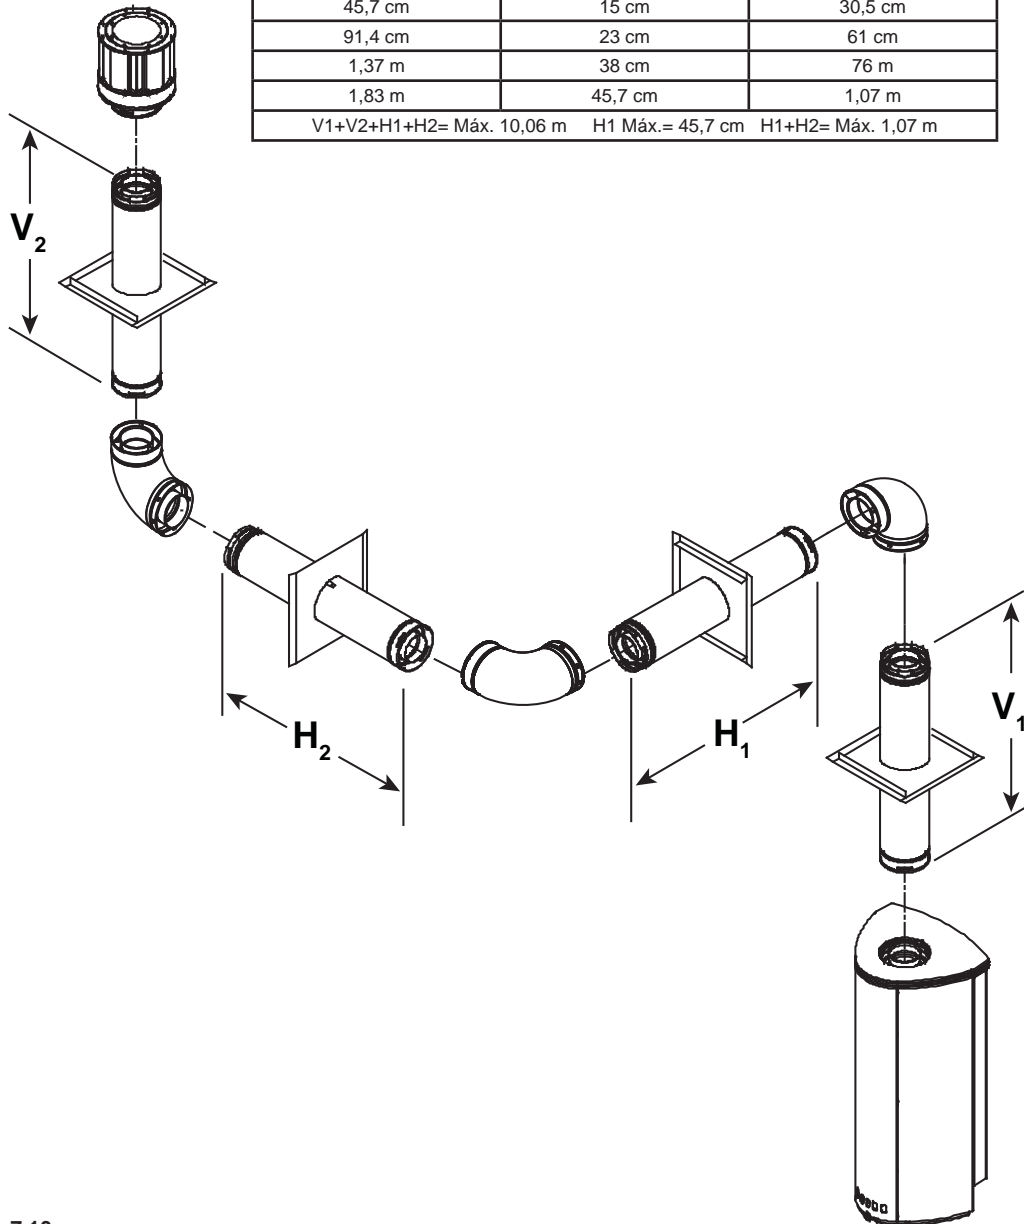

Figura 7.10
- (1) Si es necesario desviar el conducto en un desván para evitar obstrucciones, es importante sujetar el conducto cada 91,4 cm para evitar una carga excesiva en los codos, que podría provocar una separación. Para ello, hay abrazaderas de pared disponibles **Figura 7.10**.
- (2) En la medida de lo posible, utilice codos de 45° en lugar de 90°, ya que los primeros ofrecen menos resistencia al flujo de gases de escape y aire entrante.